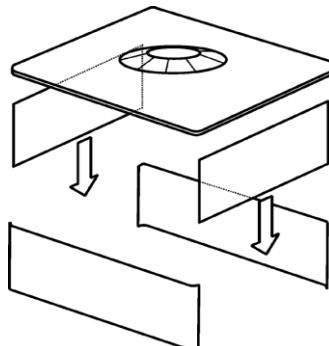

Рис. 7.2 - Схема сборки ветрозащитного экрана
7.3 Собрать ветрозащитный экран и установить его на весы (только для модификаций BK-150.1, BK-300, BK-300.1, BK-600, BK-600.1), см. Рис. 7.2.